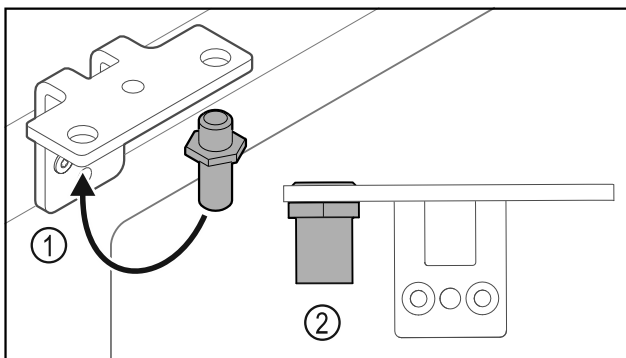

Fig. 33
- ▶ Pārliciet tapu Fig. 33 (1) lokāmajā kronšteinā.
- ▶ Pievelciet tapu Fig. 33 (2) ar **griezes momentu 12 Nm**.